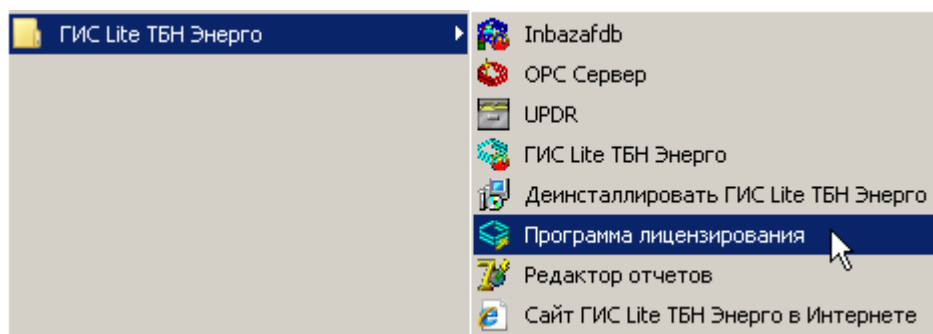

Рис. 2. Программный комплекс ГИС Лайт.
1. После установки ГИС Лайт автоматически запускается программа активации (в дальнейшем она может быть запущена из меню Пуск – Программы ОС Windows (Рис.2 и 3);